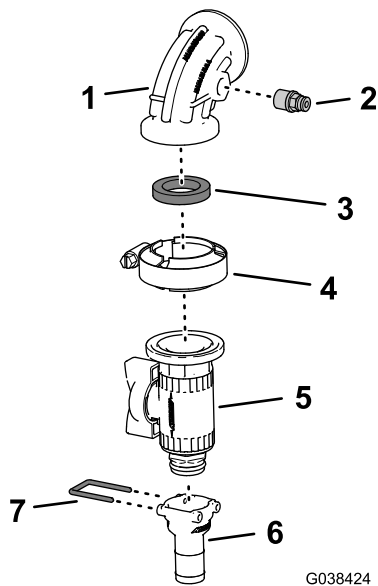

Рисунок 88
- Снимите держатель, который крепит прямой штуцер типа «елочка» (3/4 дюйма) к фланцевому отсечному клапану, и снимите штуцер типа «елочка» (Рисунок 88).
- Установите соединительную муфту трубки, снятую при выполнении пункта 2, в отверстие нагнетания прямоугольного колена (Рисунок 88).
- Установите фланцевый отсечной клапан в прямоугольное колено (с отверстием нагнетания) с помощью прокладки 25 x 35 мм и фланцевого хомута размером от 40 до 64 мм, как показано на Рисунок 88.